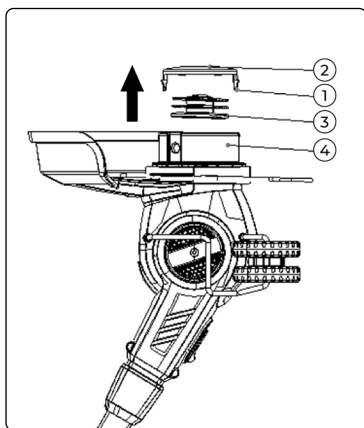

Рис. 20
- Повернуть рукоятку, как показано на Рис. 20.
- Нажмите на зажимы (Рис. 20 поз. 1) и удерживая нажатыми и снимите крышку катушки (Рис. 20 поз. 2) с корпуса (Рис. 20 поз. 3).
- Извлеките пустую катушку (Рис. 20 поз. 3) из корпуса катушки.